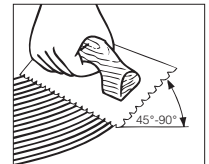

Figure 9
- Tenir la truelle à un angle d'au moins 45° (Figure 9), fermement contre le sous-plancher afin d'obtenir un taux d'étalement de 4 à 5,5 m² / litre (40 à 60 pi² / gal US). La truelle laisse des cannelures d'adhésif et très peu d'adhésif entre les cannelures, ce qui permet de voir les lignes tracées au cordeau et d'étaler la quantité recommandée.